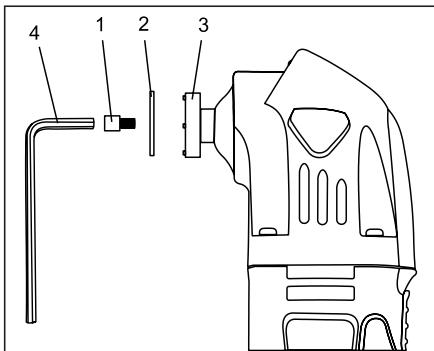

Fig. 1
1. Desfaceți șuruburile (1) și mașină de spălat (2) din port accesoriu (3), prin rotirea șurubului de ceasornic . Utilizați o cheie hexagonală de 5 mm (Allen), (4), în cazul în care șurubul este prea strâns pentru a fi scos cu mâna (Fig. 1) .